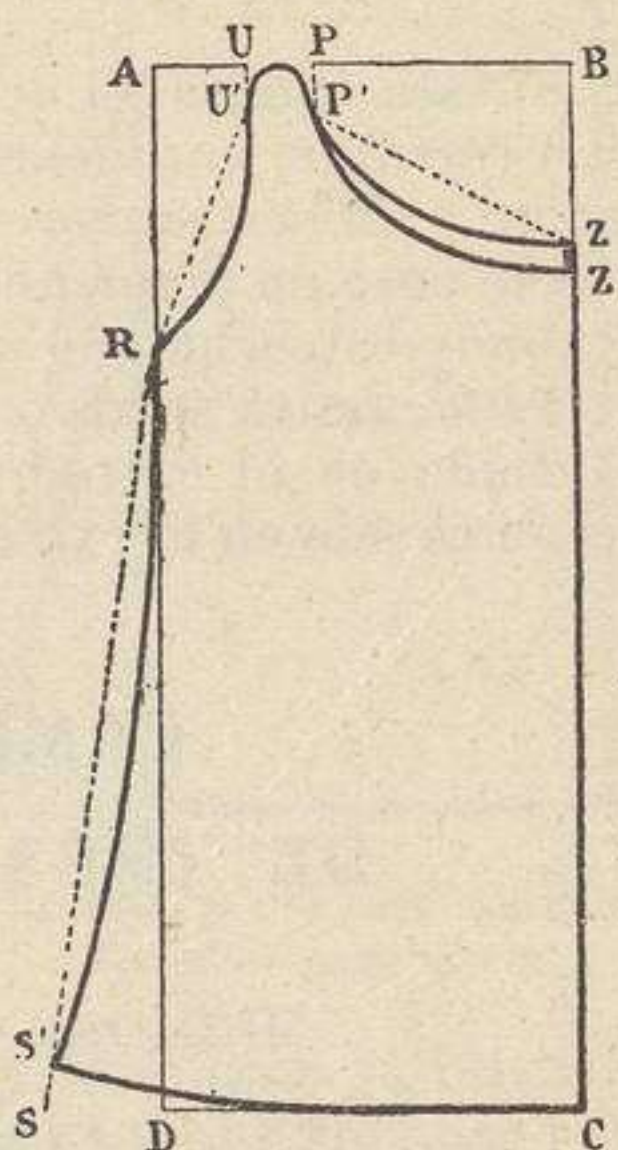

Fig. 141 ( $\frac{1}{8}$  del tamaño real)
**Rectángulo ABCD.**—Se traza un rectángulo ABCD (fig. 141) que tenga de longitud el largo total del delantero, y de ancho la tercera parte de la circunferencia del pecho menos 2 cms.